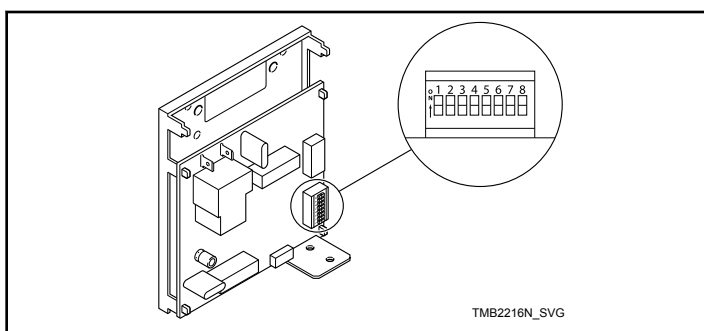

Abbildung 30
2. Die Einstellungen der DIP-Schalter der Maschine notieren und dann alle Schalter auf AUS setzen. Siehe *Abbildung 30*.